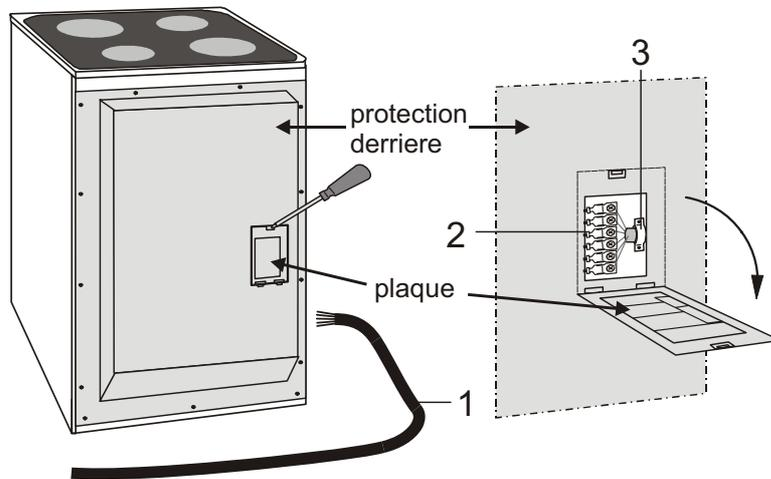

Fig. 6
- A l'aide d'un outil appuyer sur le clip de la plaque, le repousser et ouvrir la plaque (fig. 6).